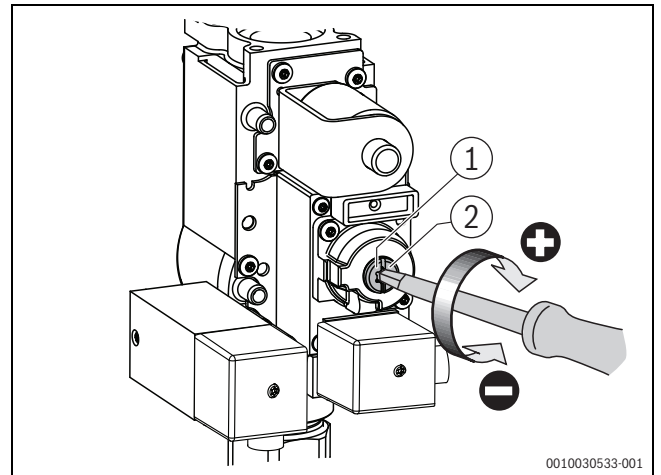

Bild 6 CO₂-Gehalt bei Teillast einstellen (Kesselgröße 75 – 100 kW)
- ▶ Verschlusssschraube an der Gasarmatur herausdrehen (→ Bild 6).
- ▶ CO₂-Wert Teillast-Einstellschraube einstellen (→ Bild 6).